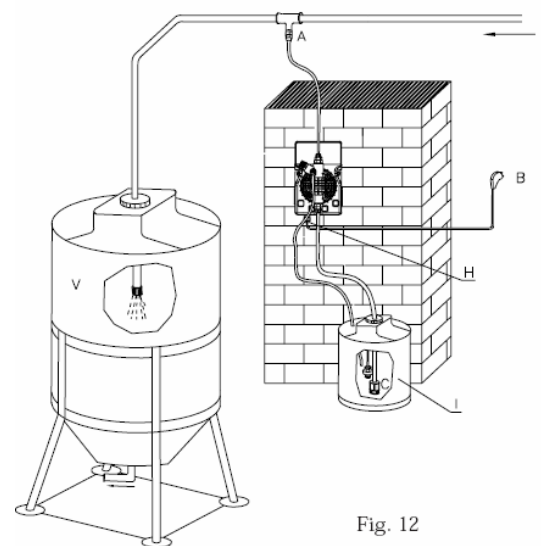

Fig. 12
6.2. Звичайний варіант встановлення (Рис. 12)
Так як система дуже проста, то механічних проблем практично не виникає. У будь-якому випадку можливе утворення протікання через ніпеля внаслідок ослаблення гайки, або, що ще більш просто стався розрив шланга скидання. Дуже рідко втрати рідини можуть бути викликані пошкодженням мембрани або її прокладок, в разі чого їх необхідно замінити, відкрутивши 4 гвинта на передній частині головки (Рис. 12). При зборі головки насоса переконайтеся, що гвинти закручені щільно. Після проведеного насоса очистіть корпус насоса від залишків реагенту, щоб не викликати пошкодження корпусу.
а. Зніміть клапана скидання і забору, очистіть їх і встановіть назад (Рис. 12). У разі корозії клапанів перевірте відповідність матеріалу використовуваного вами реагенту. Стандартний матеріал клапанів - Вітон.